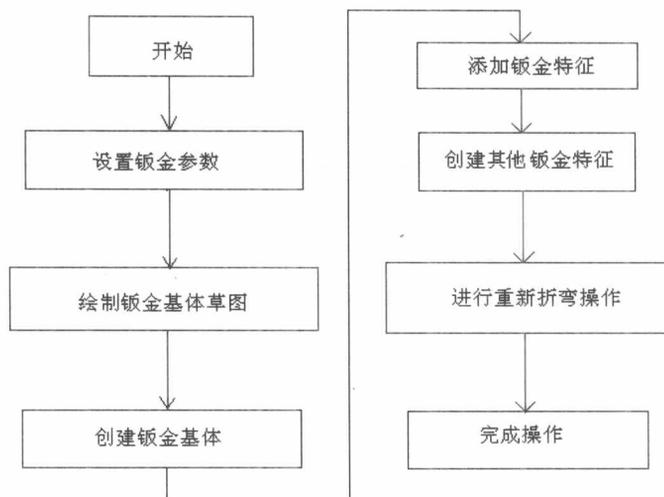

图 1-5 UG NX 6.0 钣金设计操作流程
- (1) 设置钣金参数。设置钣金参数是指设定钣金参数的预设值，包括全局参数、定义标准和检查特征标准等。
- (2) 绘制钣金基体草图。钣金基体草图可以通过草图命令进行绘制，也可以利用现有的草图曲线。
- (3) 创建钣金基体。在钣金模块中，钣金基体可以是垫片，也可以是轮廓弯边和放样弯边。
- (4) 添加钣金特征。在钣金基体上添加钣金特征，在【钣金特征】工具条和【NX 钣金】工具条中选择各类钣金命令，如弯边、折弯等。
- (5) 创建其他钣金特征。根据需要进行取消折弯、添加钣金孔、裁剪钣金操作。
- (6) 进行重新折弯操作完成钣金件设计。图 1-5 所示 UG NX 6.0 钣金设计的操作流程。